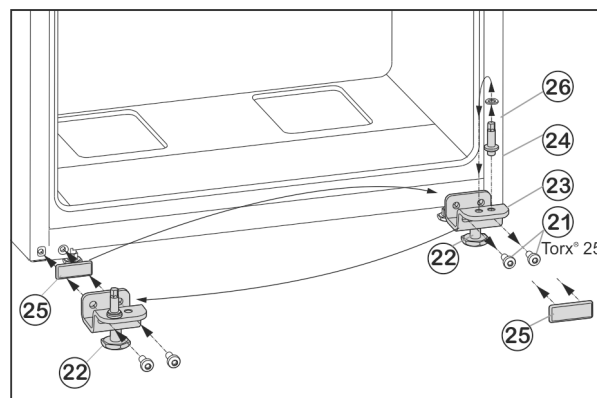

Fig. 7
- ▶ Tekerje le a rögzítőcsavarokat Fig. 7 (21).
- ▶ Vegye le a teljes alsó csapágybakot Fig. 7 (23) a csapágyzeggel Fig. 7 (24), az alátétet Fig. 7 (26) és a beállító lábbal Fig. 7 (22).
- ▶ Csavarozza le a teljes csapágybakot Fig. 7 (24) az alátétet Fig. 7 (26), helyezze át a csapágybak túloldali felvívó furatába, és csavarozza vissza.
- ▶ Óvatosan vegye le a fedőlemezt Fig. 7 (25), és helyezze át az ellenkező oldalra.
- ▶ A teljes alsó csapágybakot *Fig. 7 (23)* a csapszeggel *Fig. 7 (24)*, az alátéttel *Fig. 7 (26)* és a beállító lábbal *Fig. 7 (22)* a csuklópánt új oldalán **erősen (4 Nm-es nyomatékkal)** csavarozza vissza, adott esetben egy akkus csavarhúzó használatával.
- ▶ Az alsó ajtót felülről helyezze a csapszegre *Fig. 7 (24)*.
- ▶ Tekerje ki az állítólábat *Fig. 7 (22)* az alsó csapágybakból *Fig. 7 (23)*, míg hozzá nem ér a talajhoz.